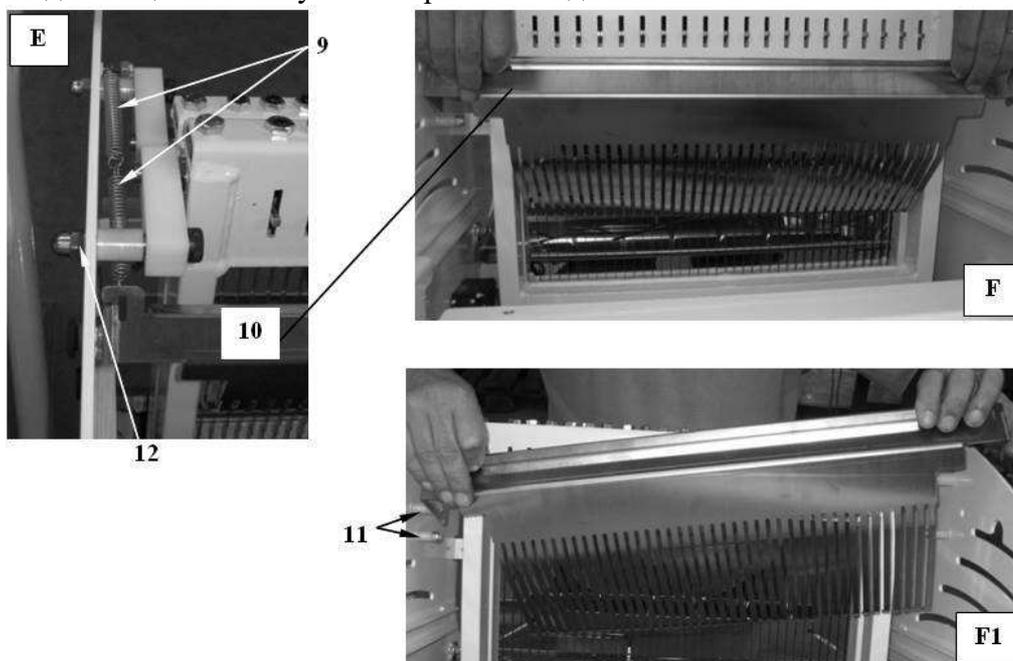

Рисунок 15
5. с помощью плоскогубцев отсоедините пружину из.9 (в последних моделях пружина одна) от прижимной гребёнки, из.10 Фото Е/Ф, Рисунок 15